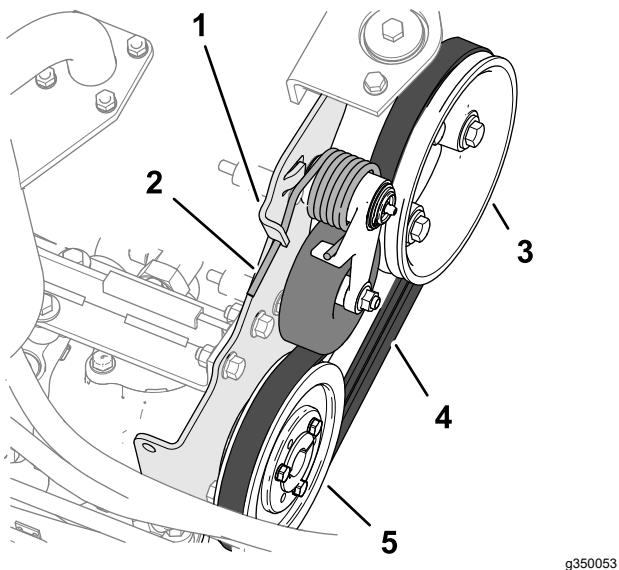

Figura 85
- Presione hacia abajo el extremo del muelle de tensión de la correa, sáquelo de la muesca en la pestaña del soporte de la bomba y mueva el extremo del muelle hacia delante (Figura 85).